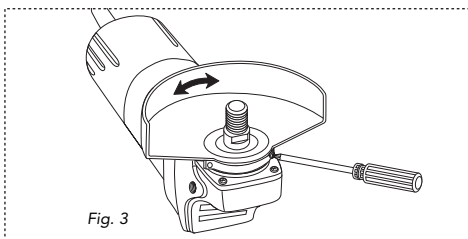

Fig. 3
• Desembalaje (Fig. 3)
• AJUSTE DEL PROTECTOR DEL DISCO (fig. 3)